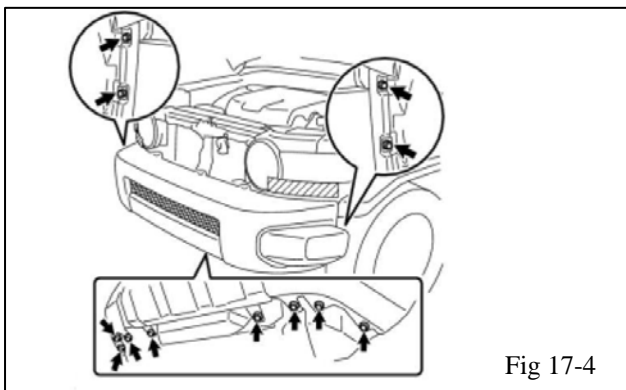

Fig 17-4
- (d) Remove the 8 screws and 4 bolts (Fig 17-4).